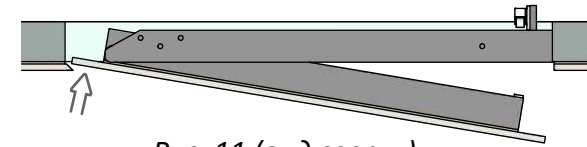

Рис. 11 (вид сверху)
- 7) После полного высыхания клея, люк можно открыть нажав на плитку со стороны петель (Рис.11).